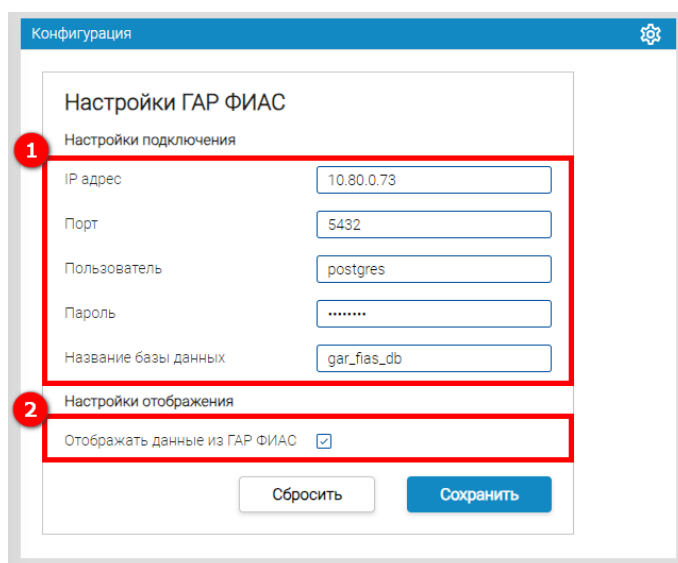

Рисунок 67 – Настройки ГАР ФИАС
Необходимо указать настройки подключения (1) (см. рисунок 67). Для отображения при заполнении адресов данных из государственного адресного реестра, необходимо поставить отметку в поле **Отображать данные из ГАР ФИАС** (2).